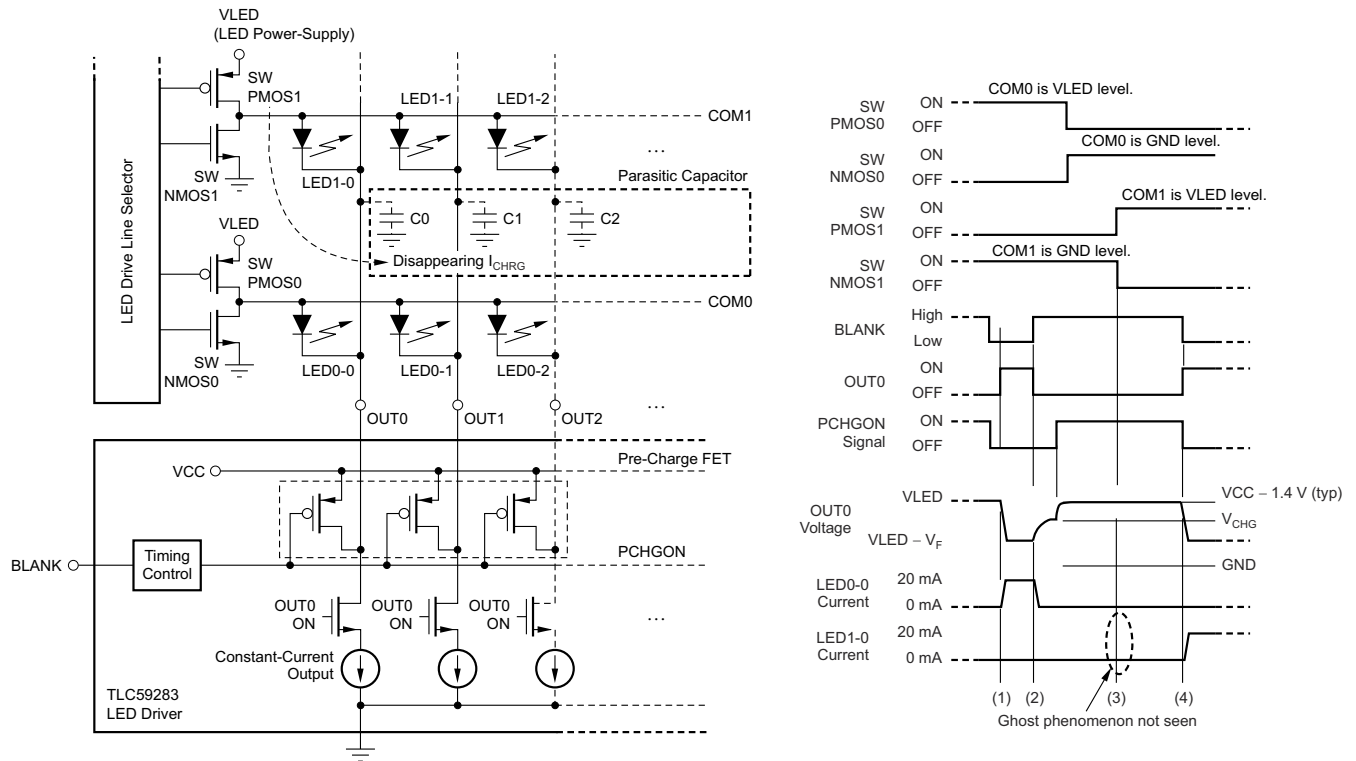

图 7-2. 预充电 FET 产生的 LED 重影机制
TLC59283 具有一个内部预充电 FET，用于防止重影，如图 7-2 所示。当一条公共线的 PWM 控制延迟一小段时间后，FET 会将 OUT_n 上拉至 V_{CC} 。当 SWMOS1 导通时，充电电流不通过 LED1-0 流向 C0，(3) 处的重影消除。不过，根据 LED 阳极电压、串联的 LED 数量、LED 正向电压和 TLC59283 V_{CC} 电源电压，可能无法实现足够好的重影消除效果。